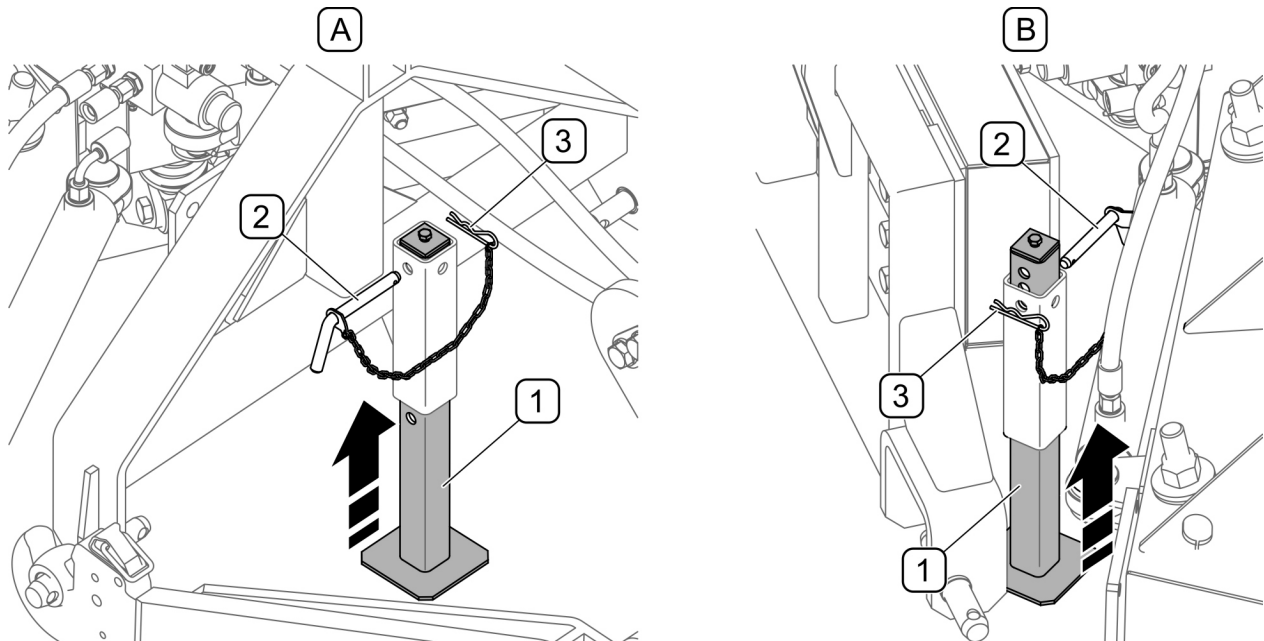

FIG 4.4 **Parkeringsstøtteben**
- udliggeren sænkes og rammen drejes nedad (A), så fastgørelsespunkter hurtigrammen er placeret under fastgørelseskroge på ploven;
- udliggeren (B) løftes, så øverste fastgørelsespunkter er placeret i plovens kroge, rammen vippes bagud (C) ved at styre læsserens udligger for derved at forårsage aflåsning af den hurtiglåsende mekanisme;
- støttebenet løftes (FIG 4.4)
(1) - støtteben; (2) - bolt; (3) - sikringsplit
Under brug, efter ophængning af ploven på det bærende køretøj skubbes støttebenet (1) i føringen opad (FIG 4.4), dets placering fastsættes vha. En bolt (2) og sikres vha. En fjedersplit (3) – vedrører ikke plove med EURO-SMS ophængssystem.